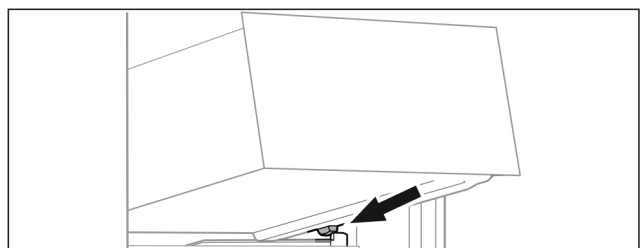

Fig. 132
- ▶ Applicare il cassetto inclinandolo dietro i fermi sulla nervatura del contenitore. (vedere Fig. 132)